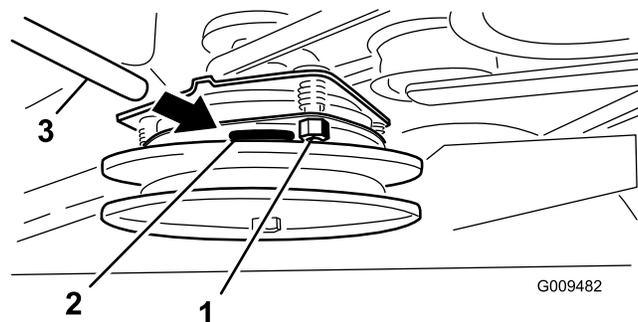

Figura 62
- Si es necesario un ajuste, utilice una galga de 0.015 pulgadas (0.381 mm) para ajustar cada una de las tres posiciones de la ranura de ajuste. Apriete las contratuercas hasta fijar ligeramente la galga pero dejando que ésta se pueda mover con facilidad en el entrehierro (Figura 62).